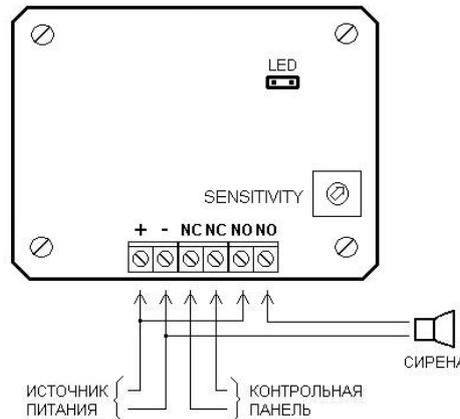

Рис. 1 Подключение извещателя
2.2.5 Проденьте кабель диаметром 3..6,5 мм через гермоввод, расположенный в нижней части корпуса и произведите подключение извещателя (Рисунок 1):